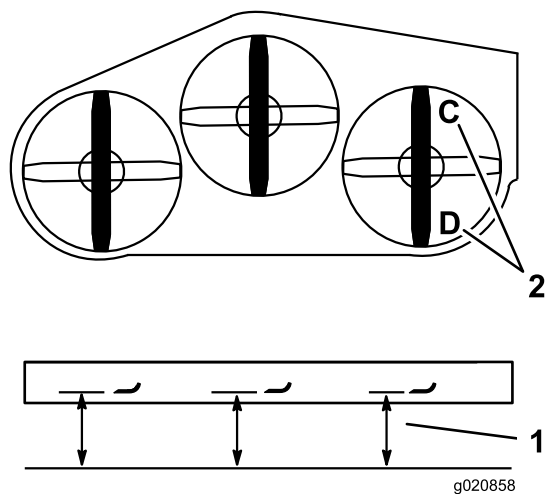

Figura 84
1. Posicione a lâmina direita da parte dianteira para a traseira (Figura 84).
2. Meça a lâmina direita no local **C**, numa superfície nivelada à extremidade de corte da ponta da lâmina e registre esta medição (Figura 84).
3. Meça a lâmina direita no local **D**, numa superfície nivelada à extremidade de corte da ponta da lâmina e registre esta medição (Figura 84).
Nota: A lâmina do cortador deve estar 6 a 10 mm mais baixa na posição **C** do que na posição **D** (Figura 84). Caso isto não esteja correto, proceda da seguinte forma.